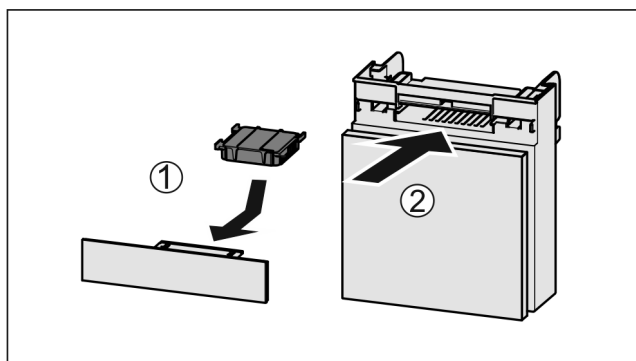

Fig. 63
- ▶ Установите фильтр с активированным углем, как показано на рисунке Fig. 63 (1).
- ▶ Вставьте отделение Fig. 63 (2).